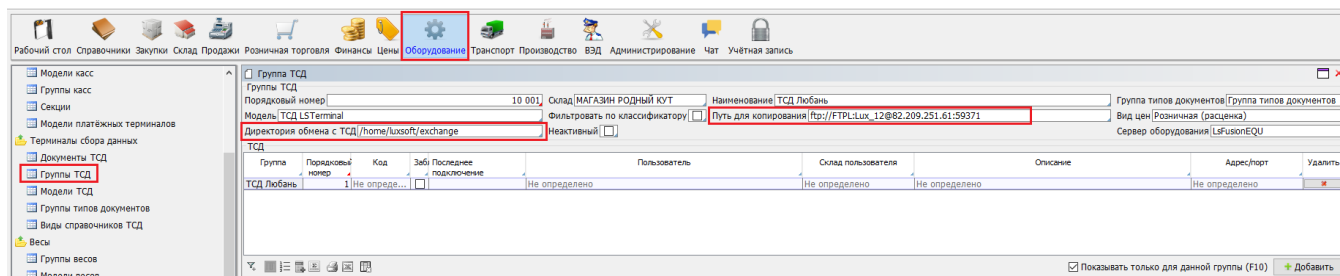

Рис. 3. Настройка групп ТСД OFF-LINE.
3) При работе с ТСД в OFF-LINE режиме, на форме *Оборудование\Терминалы сбора данных\Группы ТСД* обязательно указываются группы для терминалов, которые будут использоваться. (рис.3.).